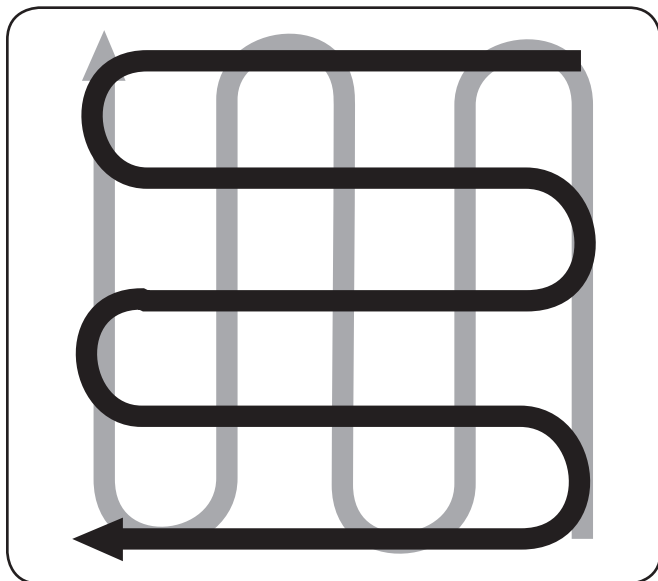

Figura 5-6
- Al preparar el lecho de siembra, recorra la misma senda dos veces en la primera hilera, luego traslape la mitad del ancho de la cultivadora en el resto de las pasadas. Vea la Figura 5-6.
- Cuando termine en una dirección, realice una segunda pasada en ángulo recto, según se muestra en la Figura 5-6. Traslape cada pasada para obtener mejores resultados (en terreno muy duro, puede ser necesario realizar tres o cuatro pasadas para pulverizar el suelo a fondo).